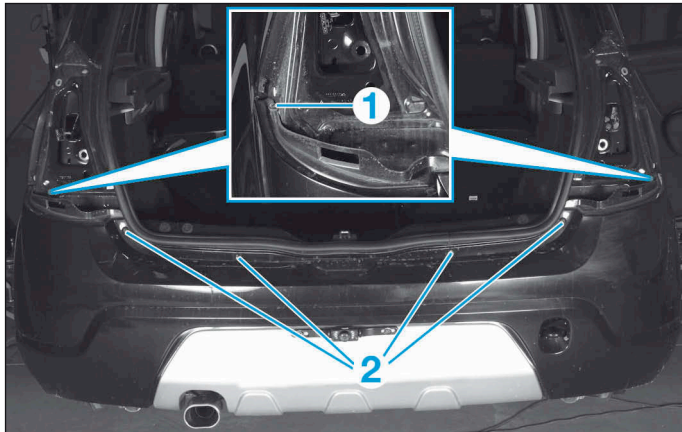

FIG.69
- De chaque côté, déposer l'agrafe (1) (Fig.69).
- Déposer les vis supérieures (2).